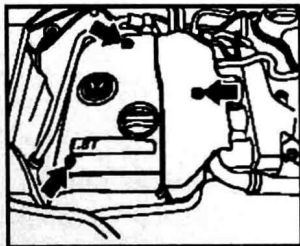

图 1-1-15 示意图
(1) 短时打开油箱盖（以泄压）。如图 1-1-15 所示，拆下发动机盖罩（箭头）。注意：燃油系统处于压力状态下，打开系统前，接头处应包上抹布，小心松开以泄压。
(1) 如图 1-1-15 所示，拆下发动机盖罩（箭头），拔下被检喷油阀插头。